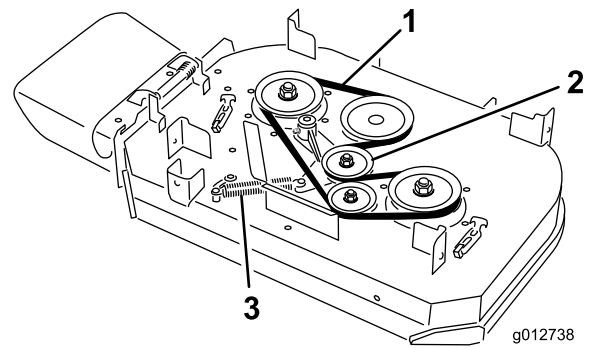

Figura 62
4. Desenganche el muelle de la clavija del brazo de la polea tensora (Figura 62).
5. Retire la correa usada del cortacésped (Figura 62).
6. Instale la correa nueva del cortacésped alrededor de la polea del embrague, las poleas de la carcasa y la polea tensora (Figura 62).
7. Enganche el muelle en la clavija del brazo de la polea tensora (Figura 62).
6. Instale la correa nueva del cortacésped alrededor de las poleas de la carcasa y la polea tensora (Figura 62).
5. Desenganche el muelle de la clavija del brazo de la polea tensora (Figura 62).
6. Retire la correa usada del cortacésped (Figura 62).
7. Instale la correa nueva del cortacésped alrededor de las poleas de la carcasa, la polea del embrague y la polea tensora (Figura 62).
8. Enganche el muelle en la clavija (Figura 62).